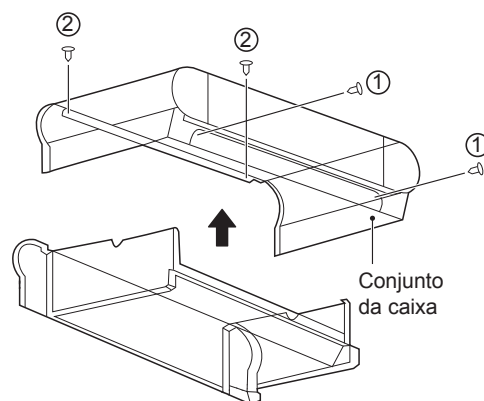

Figura 5-17 Remoção da caixa
Como mostrado na Figura 5-17, remova os parafusos ① *2 e ② *2 e, em seguida, a caixa.